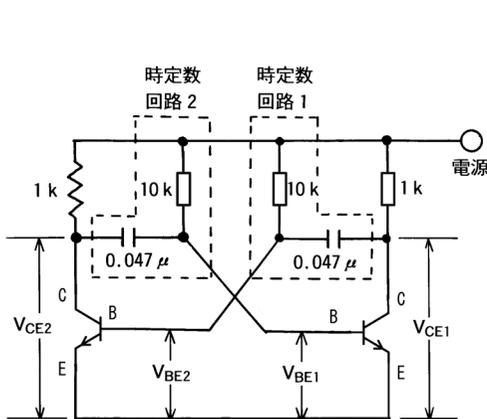

図2
この回路は2個のトランジスタと抵抗・コンデンサなどを利用して、ある一定の周期でトランジスタがそれぞれ、ON、OFFを繰り返すことによって方形波(図3)を出力することができます。KIT-8Dでは、この回路を用いて、ブザーを振動させるための発振回路として利用しています。簡単にそのしくみを図2および図3で説明しますと、片側のトランジスタ(以下Trとする)がOFFの状態では、もう一方のTrは10 kΩベース抵抗によりベース電流が流れ、ONの状態を保ちます。しかしOFF側のTrに接続されているコンデンサは、同じくOFF側に接続されている抵抗を通して放電されつつあります。
- ② ブザーエレメントから出ているリードを取付部分の切れ込み側に向くようにして振動板を入れ、浮き上がらないように軽く押さえつけます。このとき、Fig2のように接着剤があふれて振動板の上に落ちる形が理想です。